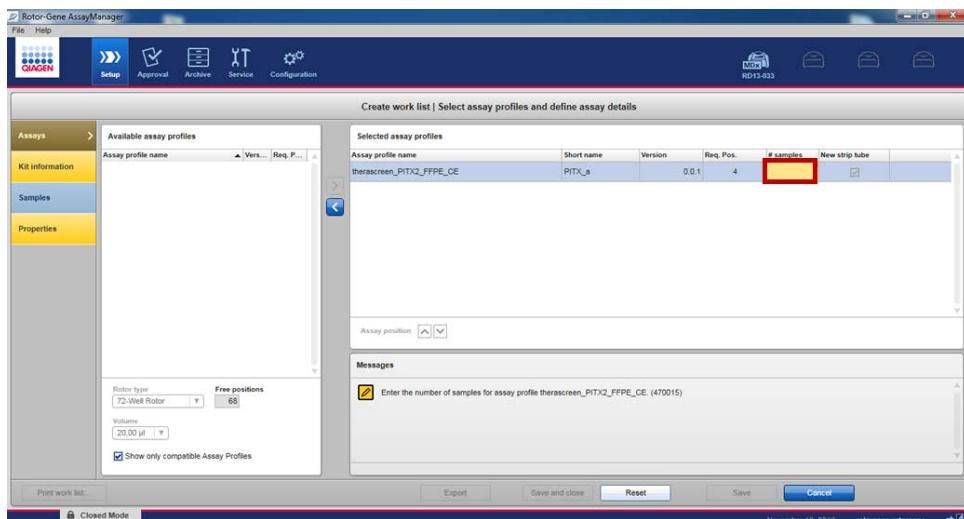

Figura 9. Introducción del número de muestras.
20. En la pestaña "Assays" (Ensayos), complete los campos de color amarillo: Número de muestras (hasta 8) según la configuración de su placa (Figura 9).